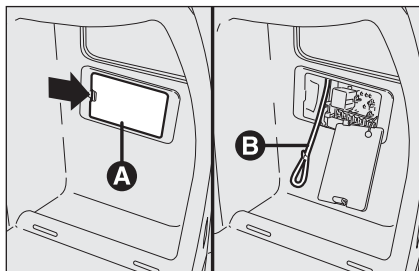

fig. 29
- ouvrir le volet **A-fig. 29** d'accès à la centrale fusibles situé sur le côté droit du coffre à bagages en agissant dans le point indiqué par la flèche;